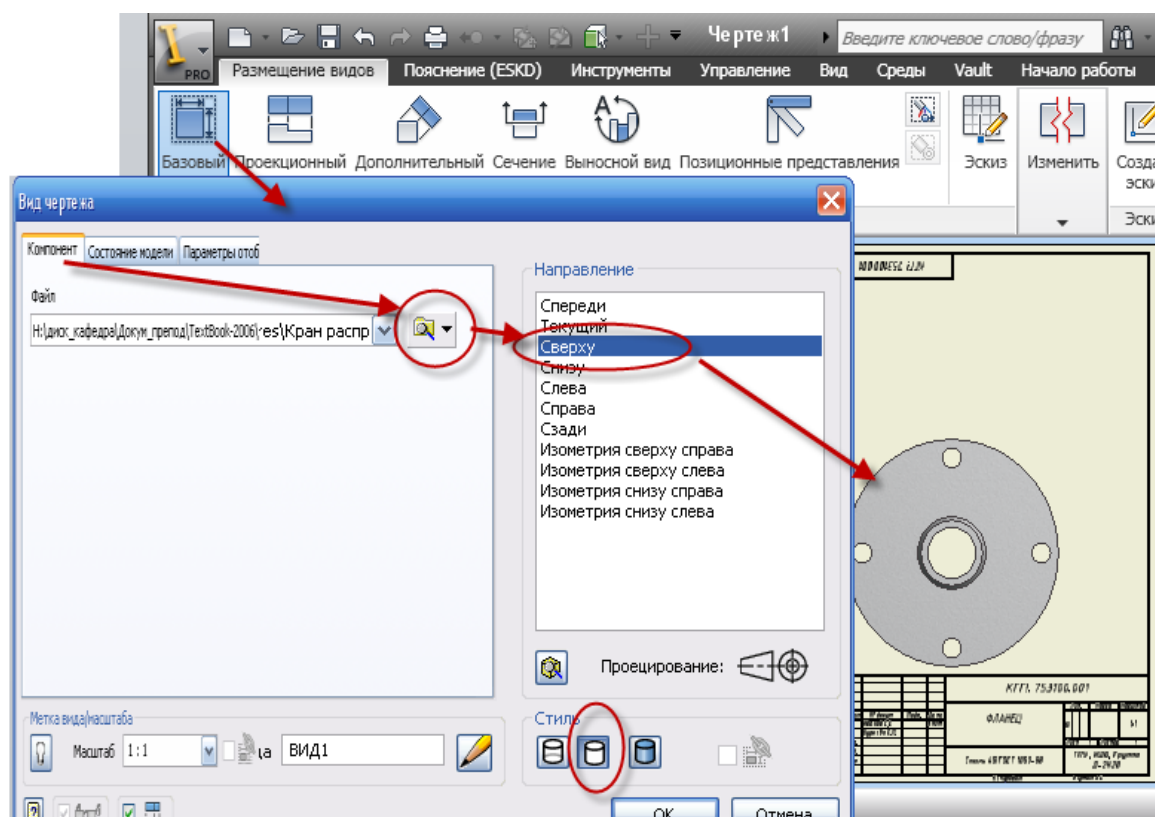

Рис. 3.21. Диалоговое окно **Вид чертежа**
- В диалоговом окне **Вид чертежа** (рис. 3.21) на вкладке **Компонент** в строке **Файл** нажмите на кнопку обозревателя  и выберите файл «**Фланец**» – место сохранения файла Вы определили самостоятельно при сохранении твердотельной модели (рис. 3.21).
- Выведите курсор мыши за пределы диалогового окна **Вид чертежа**, расположите деталь так, как показано на рис. 3.21.